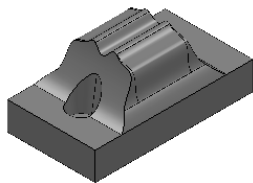

图 2-130 打开范例文件
2) 选择下拉菜单中的“文件”→“范例”命令，弹出“打开范例”对话框，选择“touying.dkg”(“随书光盘：\第 2 章\exercise17\uncompleted\touying.dkg”)文件，单击“打开”按钮即可，如图 2-130 所示。